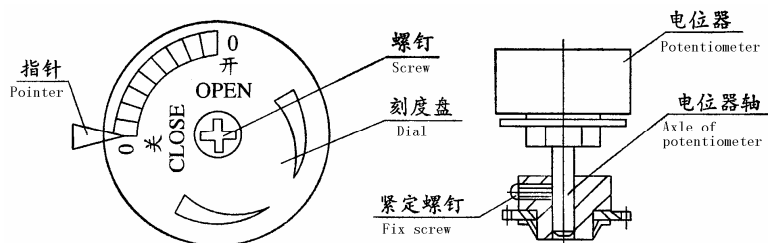

图 8 开度机构
1. 开度刻度盘调整，见图 8。当行程控制机构调整完成后，把阀门关闭到“全关”位置，目视检查刻度盘上的“0 关”刻度是否与指针对正，如没有对正，松开刻度盘上的螺钉，转动刻度盘，使指针与“0 关”刻度对正，然后旋紧刻度盘上的螺钉。